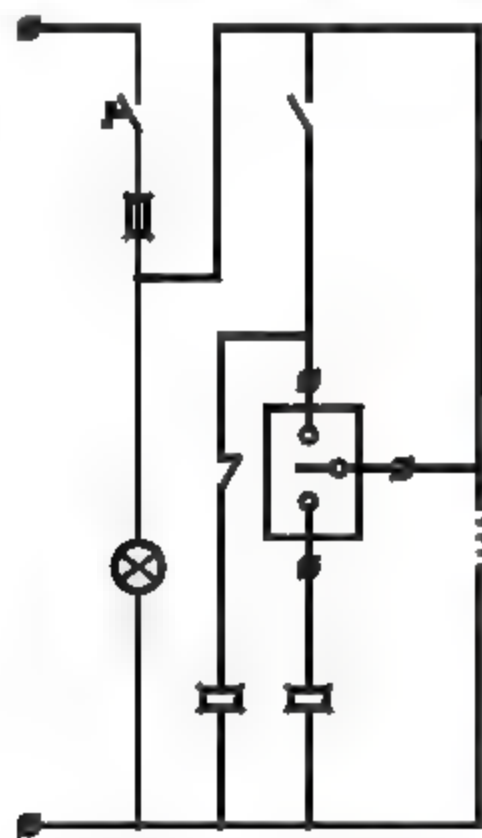

图7-14 打开素材
- 01 单击快速访问工具栏中的【打开】按钮，打开本书配备资源中的“素材\第7章 7-2 插入电气图块.dwg”文件，如图7-14所示。